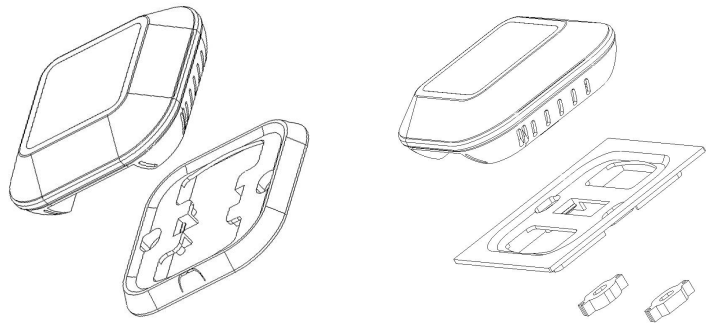

图8
8.4、线路连接好后，按照图8所示，将设备安装在底盘上即可。